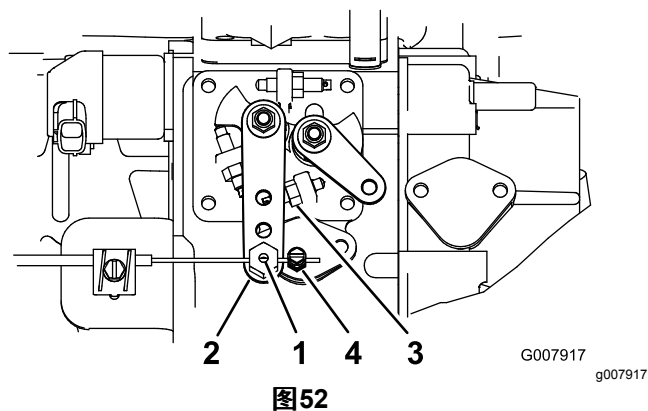

图52
2. 拧松油门拉线接头接头位于油门拉线上靠近喷射泵控制杆的地方 图52。
3. 将喷射泵控制杆臂固定到高怠速限位螺栓 图52 上。